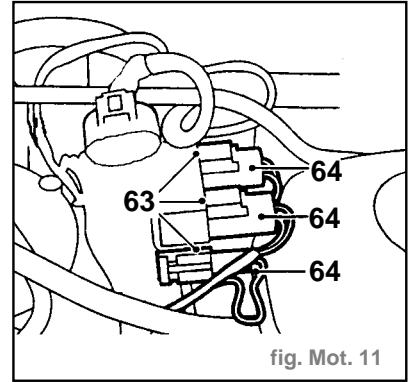
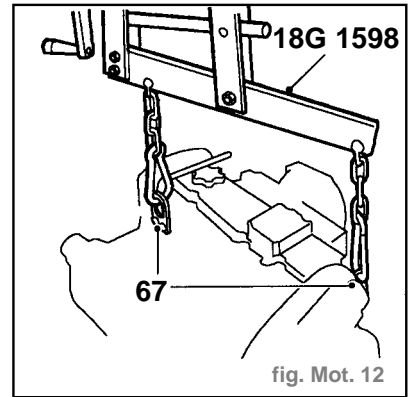

fig. Mot. 11
fig. Mot. 12
- Dégager 3 fiches multibroches (64) du support de fixation sur le tablier (fig. Mot. 11).
- Débrancher les fiches multibroches (63) de faisceau moteur du faisceau principal.
- Installer un support de levage réglable 18G 1598 sur les supports de levage du moteur (67) (fig. Mot. 12).
- Raccorder 3 fiches multibroches de faisceau moteur au faisceau principal (fig. Mot. 11).